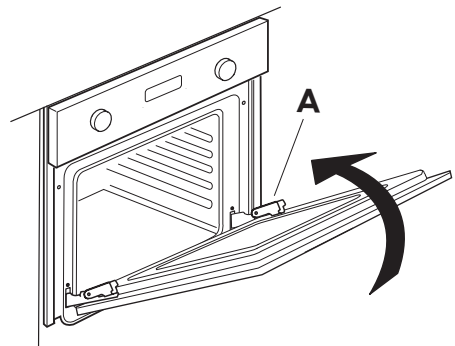

Fig. 2
3. Cierre la puerta el máximo que pueda (A), levántela (B) y gírela (C) hasta liberarla (D) (Fig. 2, 3, 4).